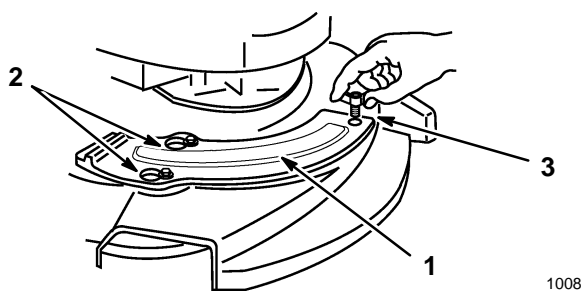

Figure 44
6. Glisser la plaque de paillage sur les boulons à embase (Fig. 44).
8. Fixer la plaque de paillage à l'aide de la vis papillon (Fig. 44).